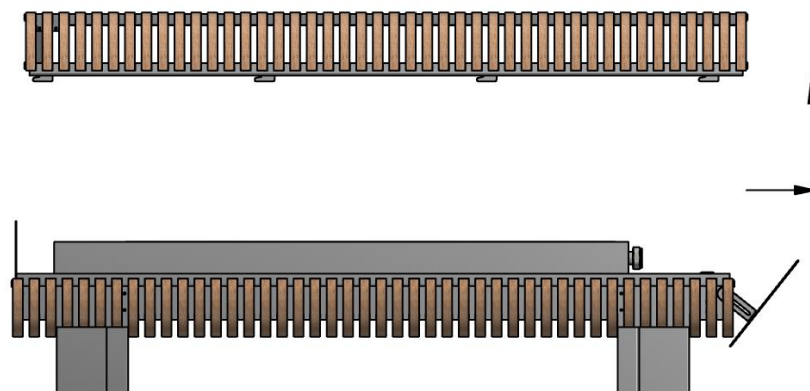

Рисунок 3
4) Снимите верхнюю часть корпуса, сдвинув её вбок и приподняв вверх так, как показано на рис. 3.
7) Наденьте верхнюю часть корпуса в порядке обратном изображённого на рис.3